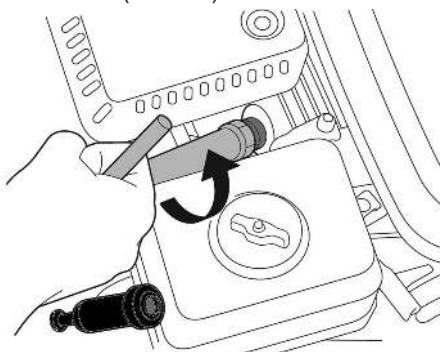

Рис. 26 Обслуживание свечи зажигания
- Открутите свечу зажигания свечным ключом (Рис. 26).